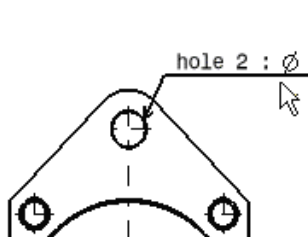

图 6-480
- » 步骤02 在工程图正视图上双击需要添加链接的文本,如图6-480所示,弹出Text Editor(文本编辑器)对话框。